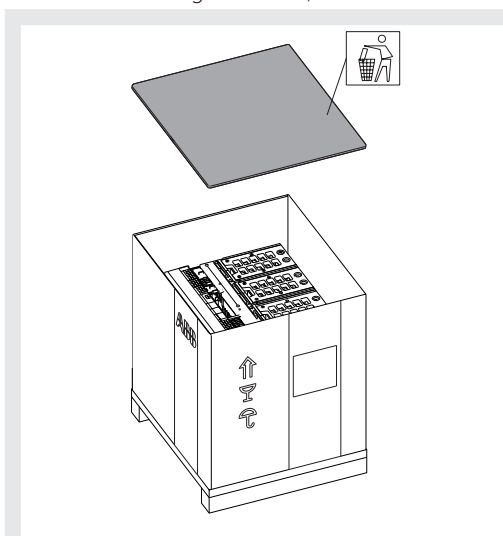

Abbildung 8
2. Den oberen Teil der Packung öffnen. Siehe Abbildung 8.